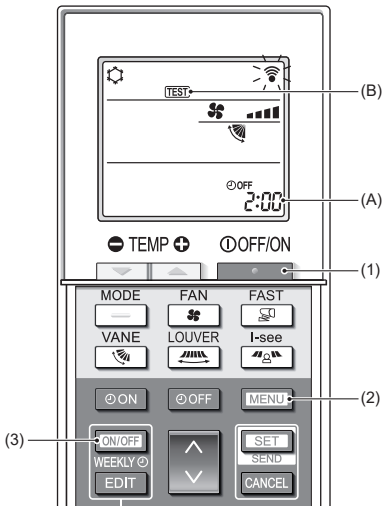

Fig. 7-5
7.2.2. Utilizar o controlo remoto sem fio (Fig. 7-5)
■ Teste de funcionamento (Fig. 7-5)
- Prima o botão (1) para parar o aparelho de ar condicionado.
- Se o temporizador semanal estiver activo (**WEEKLY** aceso), prima o botão (3) para o desactivar (**WEEKLY** apagado).
- Prima o botão (2) durante 5 segundos.
- Prima o botão (2).
- Prima o botão (B) acende e a unidade entra no modo de teste de funcionamento.